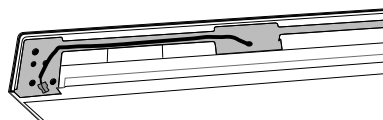

Figure 7
- 9 Poussez le harnais du commutateur à lames de la gauche vers la droite de l'armoire réfrigérante (voir Figures 7 et 8). Assurez-vous que le harnais est placé dans le canal.